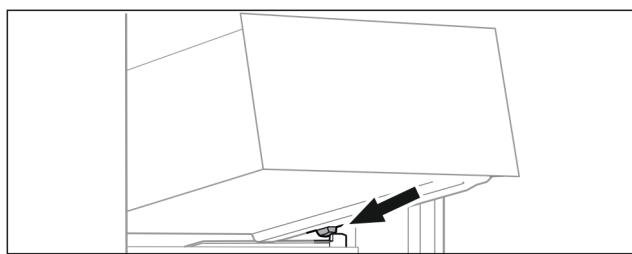

Fig. 69
- Встановити висувний ящик за стопорами на ребро для резервуару навколо. (див. Fig. 69)